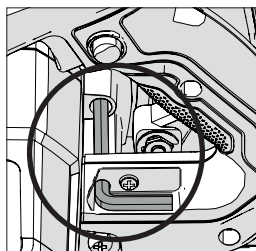

Abb. 1
- Finden Sie den mitgelieferten Sechskantschlüssel für den Wechsel der Sägeblätter, der sich im Aufbewahrungsfach an der Maschine befindet (an allen Maschinen in ähnlicher Position). (**Abb. 1**)